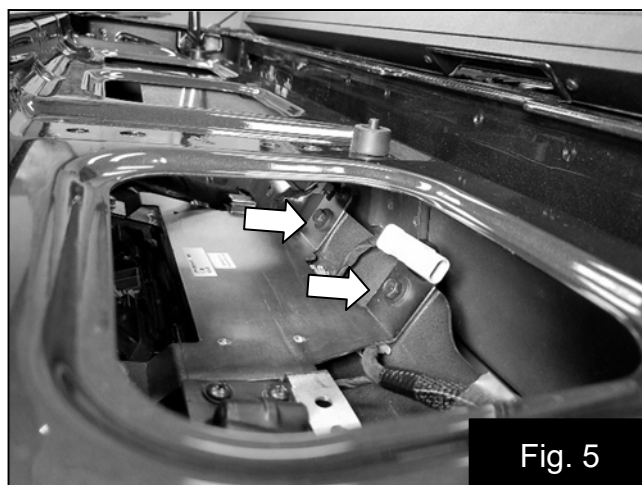

Fig. 5
7. Installez le support de fixation de l'amplificateur par la droite de l'orifice central et fixez-le avec les boulons de la poignée du hayon et les deux boulons fournis. Fig. 5